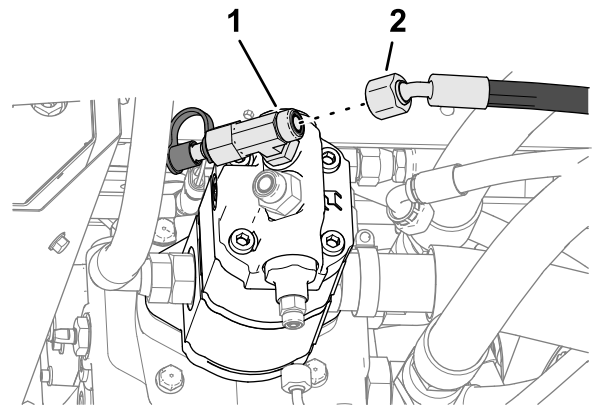

Figura 135
3. Monte el acoplamiento de 45° de la manguera de 10 mm x 2921 mm ($\frac{3}{8}$ " x 115") en el acoplamiento recto, y apriete el acoplamiento de la manguera (Figura 135).